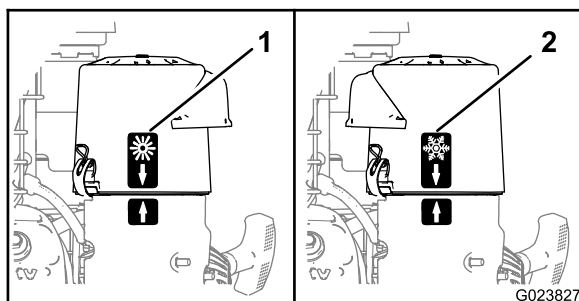

Рисунок 8
- При работе в **условиях низкой температуры окружающего воздуха** (холодный воздух и влажность) установите крышку воздухоочистителя так, чтобы снаружи было изображение снежинки (Рисунок 8).
- При работе в **условиях нормальной температуры окружающего воздуха** установите крышку воздухоочистителя так, чтобы снаружи было изображение солнца (Рисунок 8).